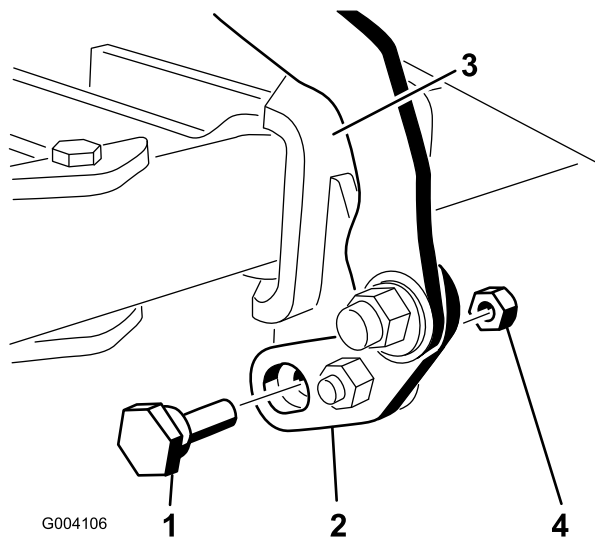
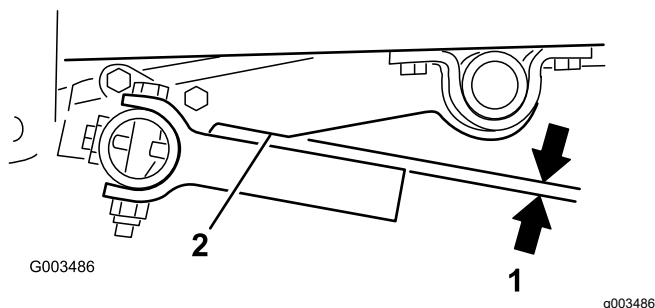

Рисунок 17
Рисунок 21
6. Установите эксцентриковый болт через нижнее отверстие шарнирной планки и шарнирный кронштейн и закрепите с помощью контргайки (5/16 дюйма), как показано на Рисунок 17.
2. Поворачивайте эксцентриковый болт в любом направлении, пока зубья навесного бруса не станут параллельны прорези в рычаге подъема (**Рисунок 17** и **Рисунок 21**).